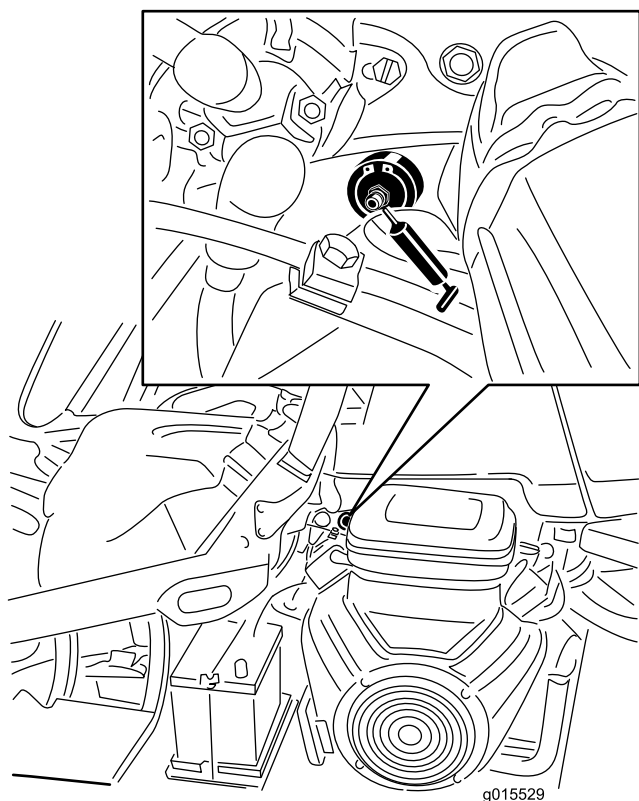

Рисунок 40
1. Во избежание попадания загрязнений в подшипник и втулку очистите протрите все масленки (Рисунок 40).